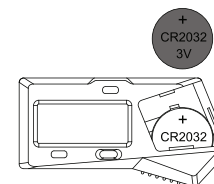

Fig.2
- Placez une pile CR2032 en orientant le côté positif de la pile vers l'extérieur (Fig.2).